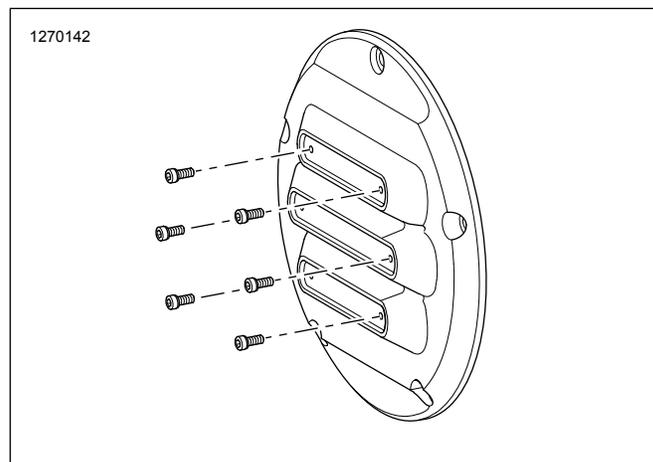

Figura 3. Tornillos decorativos
6. **Kits: 25700768, 25700822, 25700825, 25700826 solo:** Vea Figura 3 . Instale tornillos decorativos en la tapa.